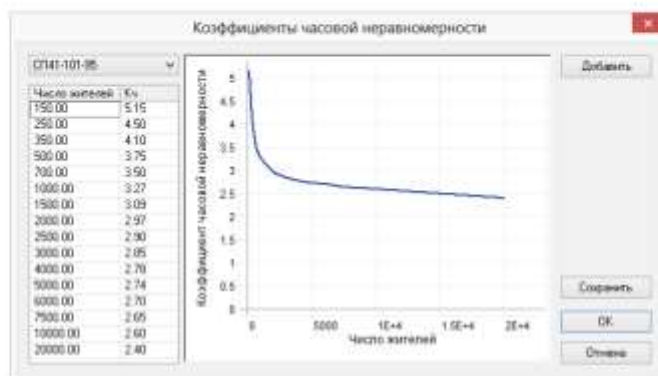

Рисунок 20.30. Окно справочника часовой неравномерности
4. Нажмите кнопку Просмотр. Откроется окно справочника по коэффициентам часовой неравномерности. Рисунок 20.30. «Окно справочника часовой неравномерности»